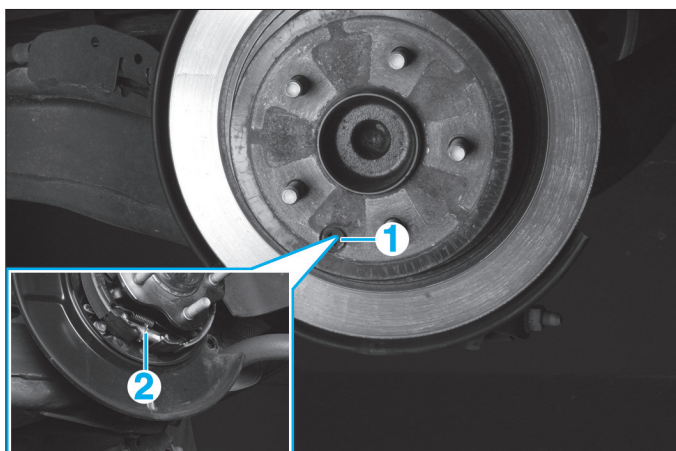
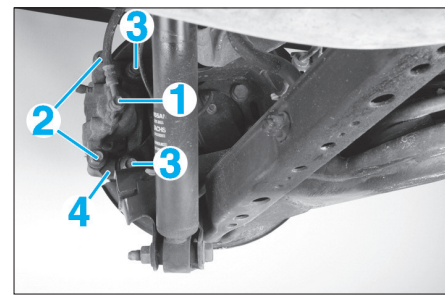

Fig. 10
Fig. 9
- Désaccoupler le flexible de frein (1) de l'étrier (Fig.9).
- les vis (3) (Fig.9),
- le support étrier (4).
- déposer le capuchon (1) (Fig.10),
- Agir sur la molette (2) pour desserrer le frein de stationnement.